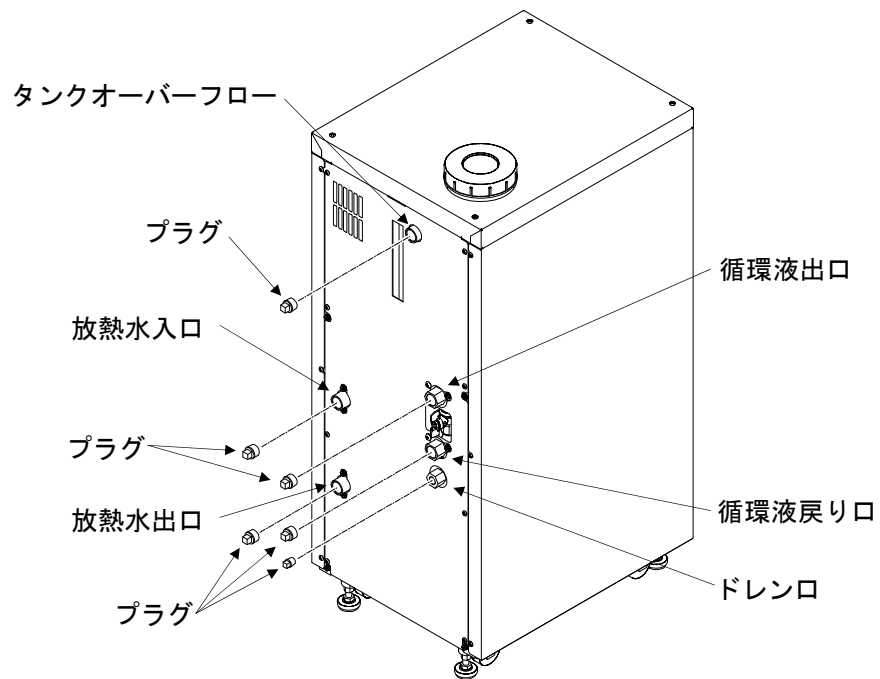

図 7-3 プラグの取付
6. 図 7-3 を参照し、本製品の配管にプラグを取付けます。
6. 図 7-3 を参照し本製品の配管にプラグを取付けます。